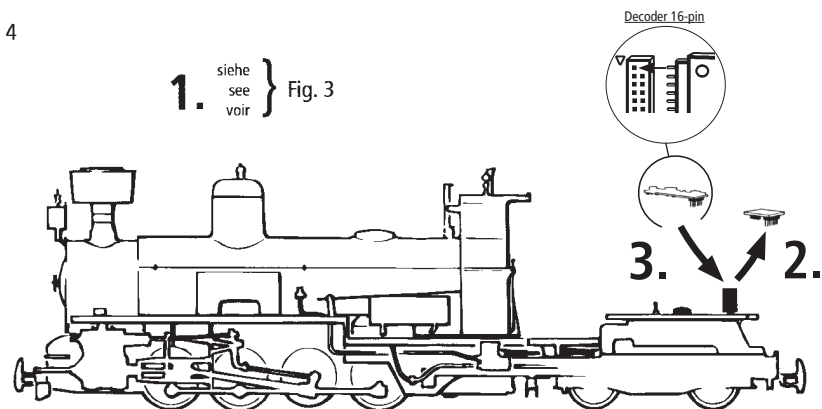

Fig. 5
3. Haftreifenwechsel: Zuerst Kurbelzapfen herausziehen (Fig. 5). Danach den Haftreifen mit einer Nadel oder einem feinen Schraubendreher abziehen. Beim Aufziehen des neuen Haftreifens darauf achten, dass dieser sich nicht verdreht.
3. Change of traction tyre: First pull out crank shaft pin (fig. 5). Remove tyre using a pin or a fine screwdriver. When pressing on the new traction tyre, please avoid twisting it
3. Échange des bandages d'adhérence: Retirer le pivot de manivelle (fig. 5). Délogez ensuite les essieux bandages et enlevez, à l'aide d'une aiguille ou d'un tourne-vis les bandages d'adhérence. Lors du montage des nouveaux bandages veillez à ce que les bandages ne soient pas tordues